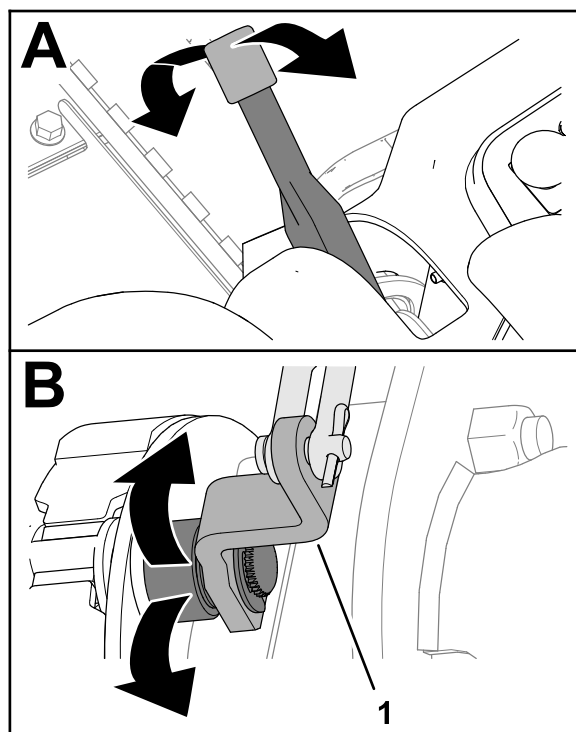

Figura 70
2. Spostate verso l'alto e verso il basso la leva del freno di stazionamento per verificare che la leva della camma del freno si muova liberamente (Figura 70).